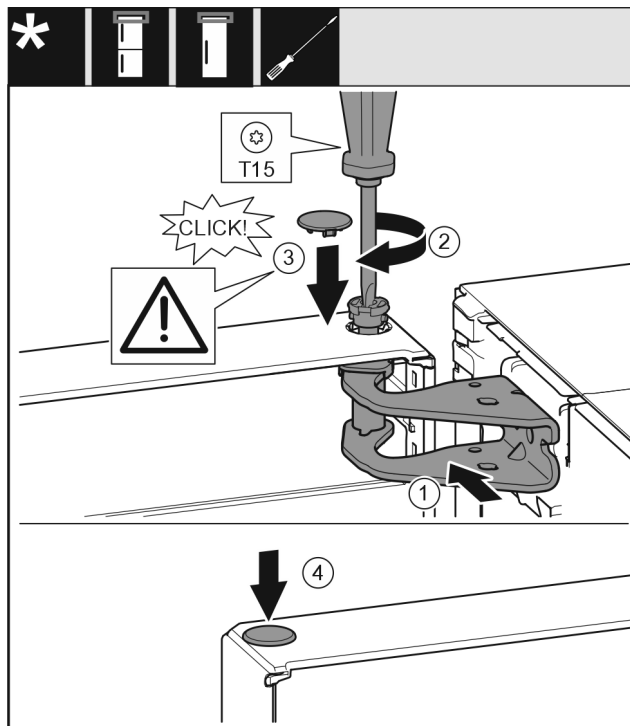

Fig. 21
- ▶ Aliniați ușa sus spre deschizătură în suportul de lagăr. Fig. 21 (1)
- ▶ Introduceți bolțul Fig. 21 (2) și înșurubați-l ferm cu șurubelnița.
- ▶ Montarea capacului de siguranță Fig. 21 (3) pentru siguranța ușii: Introduceți capacul de siguranță și controlați dacă este așezat pe ușă. În caz contrar, introduceți complet bolțul.
- ▶ Introduceți dopul Fig. 21 (4).